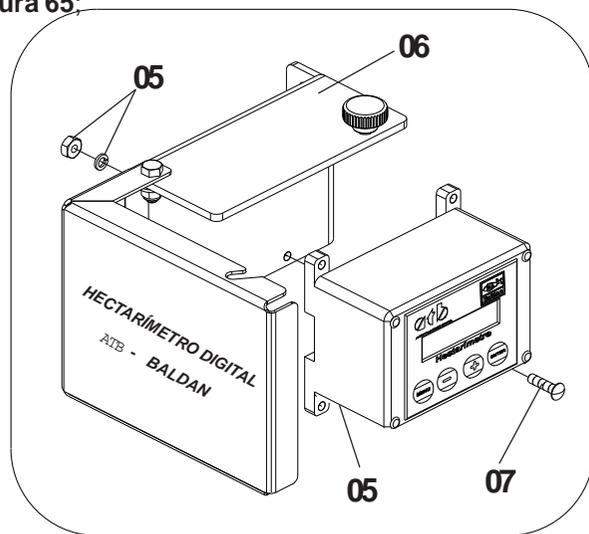

Figura 65
2 - Com a tampa frontal aberta, monte o hectarímetro (5) no suporte (6) com parafuso (7), arruela e porca (8), **Figura 65**;